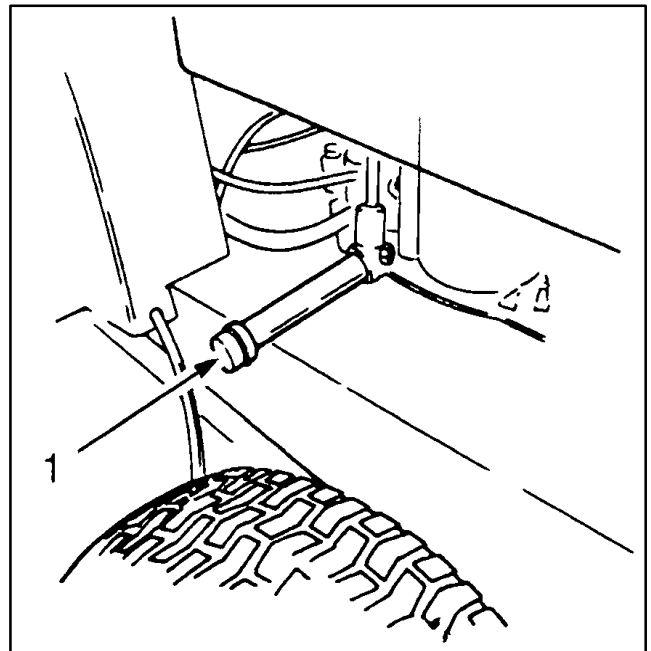

Abbildung 14
- B. Den Motor abstellen und eine Auffangwanne unter die Ablassschraube (Abb. 14) stellen. Die Ablassschraube entfernen und das Öl in die Wanne ablaufen lassen. Wenn kein Öl mehr fließt, die Ablassschraube wieder einsetzen.